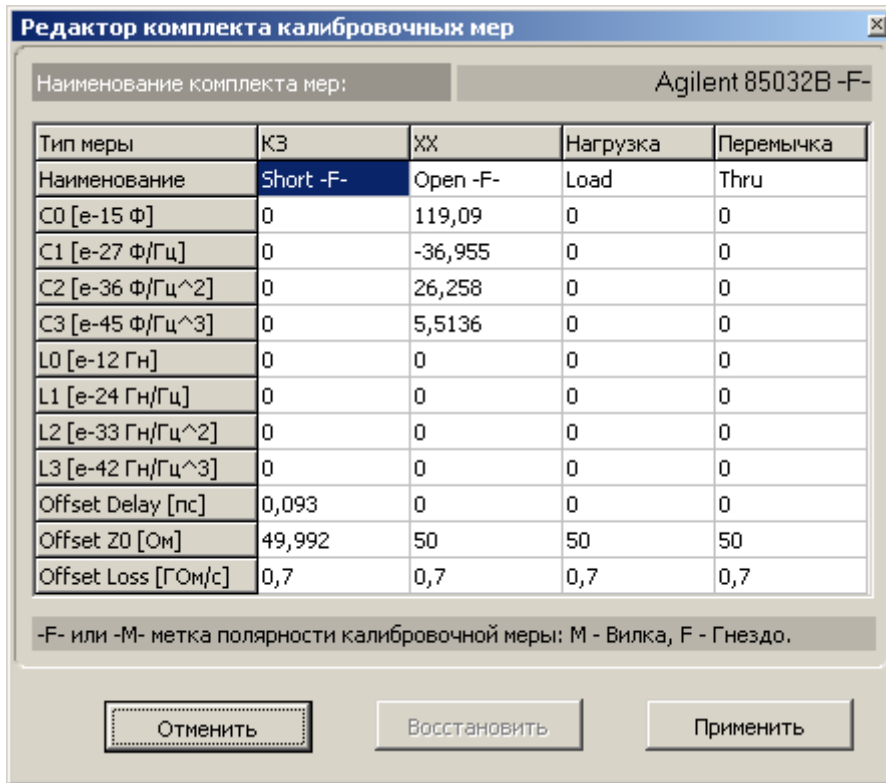

Рисунок 18.2. Окно редактора параметров калибровочных мер.
- 18.13.1 Для ввода и корректировки параметров комплекта калибровочных мер служит специальный редактор (рисунок 18.2), который открывается из окна калибровки. Редактор служит для ввода числовых параметров модели, описывающей калибровочные меры.